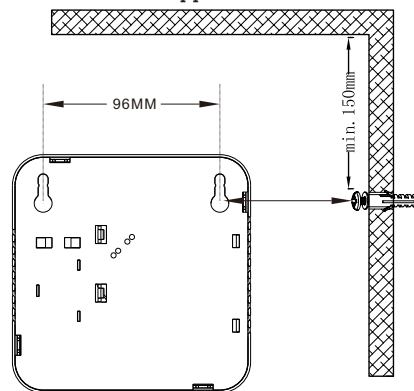

Figure 1
Reportez-vous à la figure 1.
4. Montez la plaque de montage au mur/plafond en vissant fermement les vis dans les chevilles (voir Figure 1).